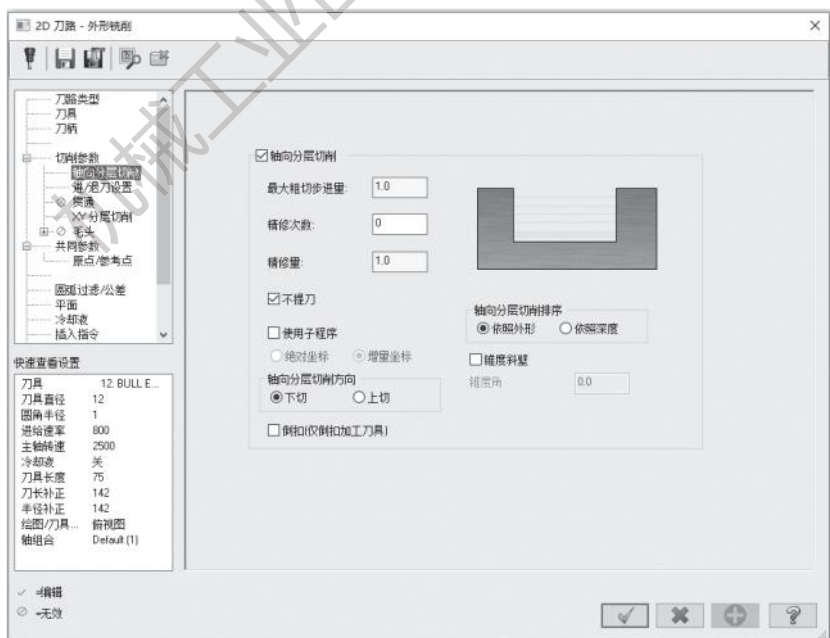

图 4-23 设置深度切削参数
4) 打开【轴向分层切削】选项卡, 勾选【轴向分层切削】选项, 设置【最大粗切步进量】为 1.0mm, 勾选【不提刀】选项, 其他参数按默认设置, 如图 4-23 所示。